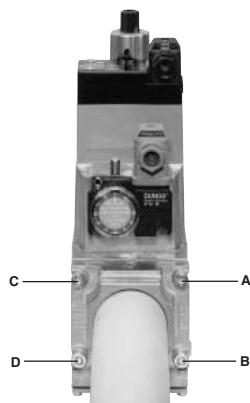
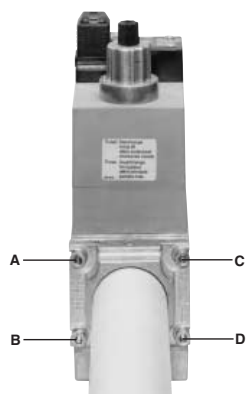

Fig. 3
Fig. 4
1. Slabiti suruburile A si B dar nu le desfaceti (Fig. 3 - Fig. 4) ;
2. Desurubati suruburile C si D (Fig. 3 - Fig. 4) ;
3. Montati MutiBlocul intre flansele cu filet (Fig. 4) ;